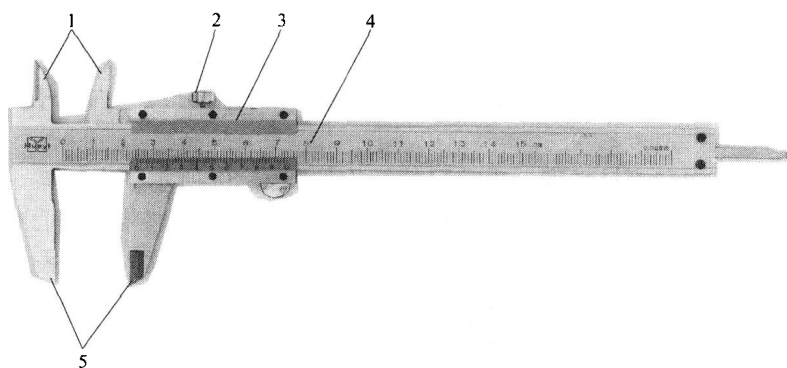

图 1-5 游标卡尺
(1) 游标卡尺的结构和测量精度。常见的游标卡尺结构如图 1-5 所示,由外测量爪、紧固螺钉、游标、尺身和刀口内测量爪等组成。